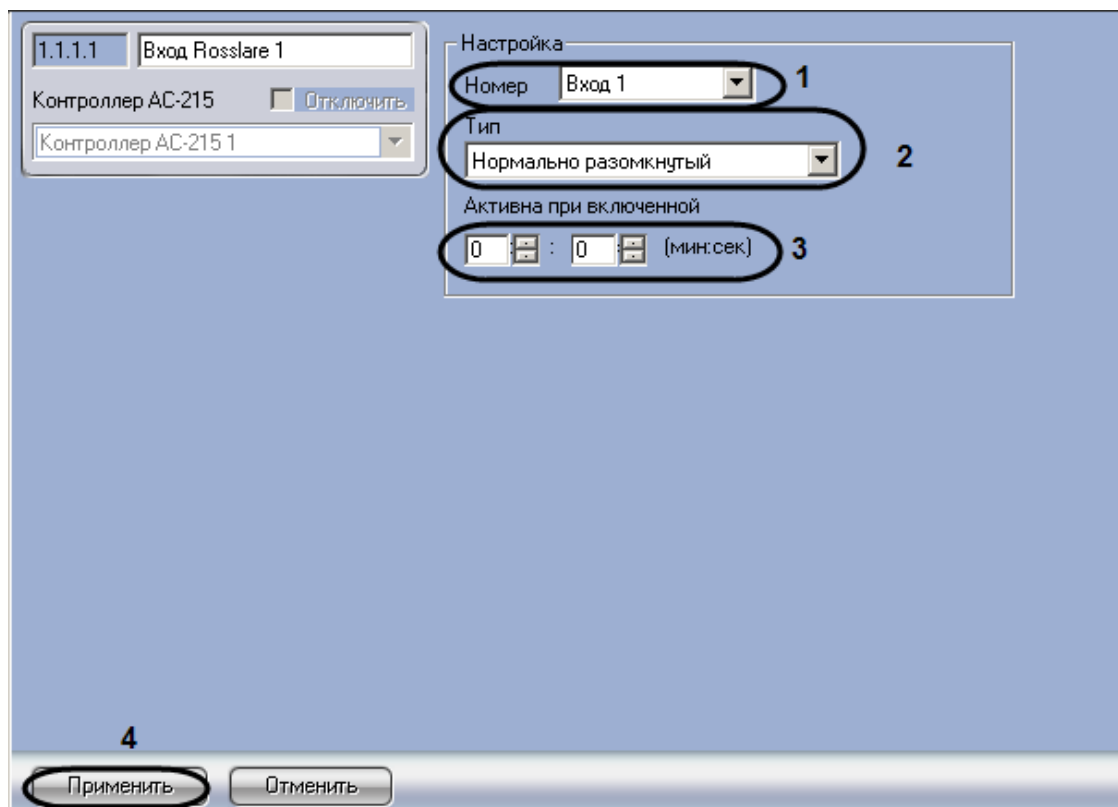

Рис. 3.5—2 Панель настроек объекта Вход Rosslare
2. Из раскрывающегося списка **Номер** выбрать номер входа (см. Рис. 3.5—2, 1).
3. Из раскрывающегося списка **Тип** необходимо выбрать соответствующий тип используемого входа (см. Рис. 3.5—2, 2).